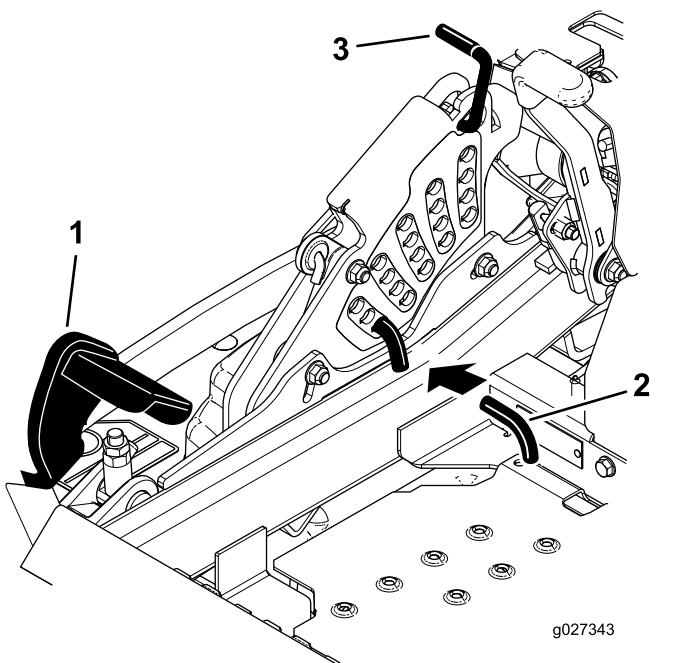

Figura 95
- Empuje el pedal de elevación de la carcasa hacia delante del todo; la carcasa se enganchará en la posición de transporte de 14 cm (5½") (Figura 95).